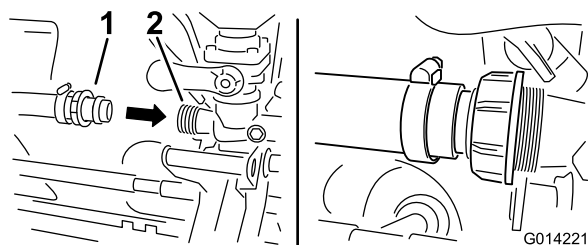

Figura 24
- Montate la parte rimanente del flessibile sull'apertura filettata anteriore del nebulizzatore (Figura 24). Fissatelo al gruppo nebulizzatore mediante il dado in plastica.
- Serrate il dado ad alette sulle filettature del nebulizzatore per fissare il flessibile (Figura 24).